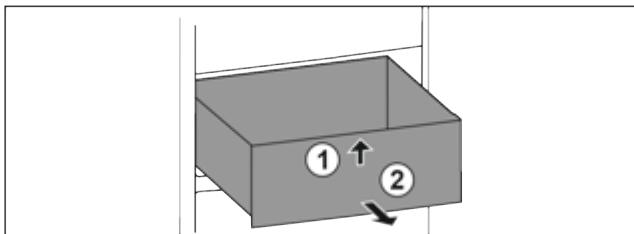

Fig. 62
- Підняти висувний ящик спереду. Fig. 62 (1)
- Вийняти висувний ящик рухом вперед. Fig. 62 (2)